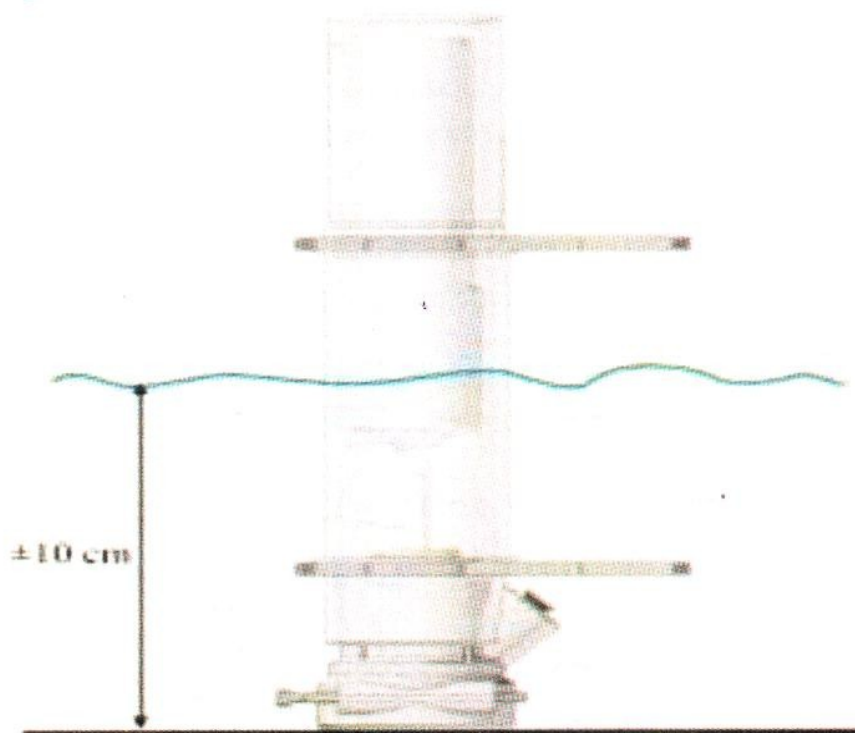

Рис. 17. Необходимый уровень воды
5.3 Добавьте воду в бак, пока уровень воды не достигнет приблизительно 10 см (4") (Рис.17).